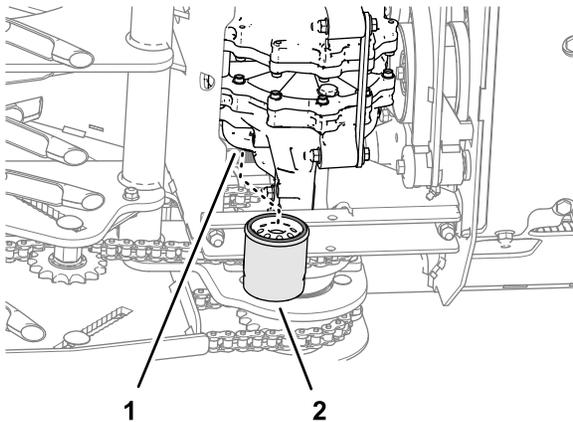

Figure 57
4. Localisez les deux filtres sous les transmissions (Figure 57).
6. Déposez les filtres et vidangez le liquide du système d'entraînement (Figure 57).
2. Vissez le filtre dans le sens horaire jusqu'à ce que le joint en caoutchouc rejoigne l'adaptateur, puis vissez-le encore de de 2/3 à 3/4 de tour (Figure 57).